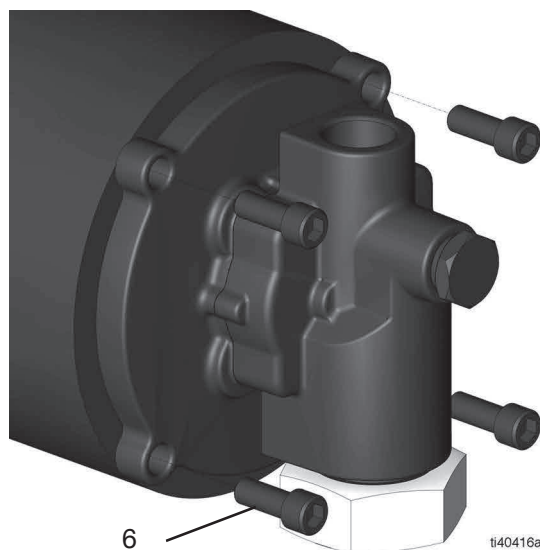

図 3
5. 5/16 インチ (8 mm) の六角レンチ (6) を使用して、4 本の六角ネジを外します（図 3）。
3. 5/16 インチ (8 mm) 六角レンチを使用して、4 本の六角ネジ (6) を取り付け、締めます (トルク 20 ft-ポンド、27.1 N•m) (図 3)。